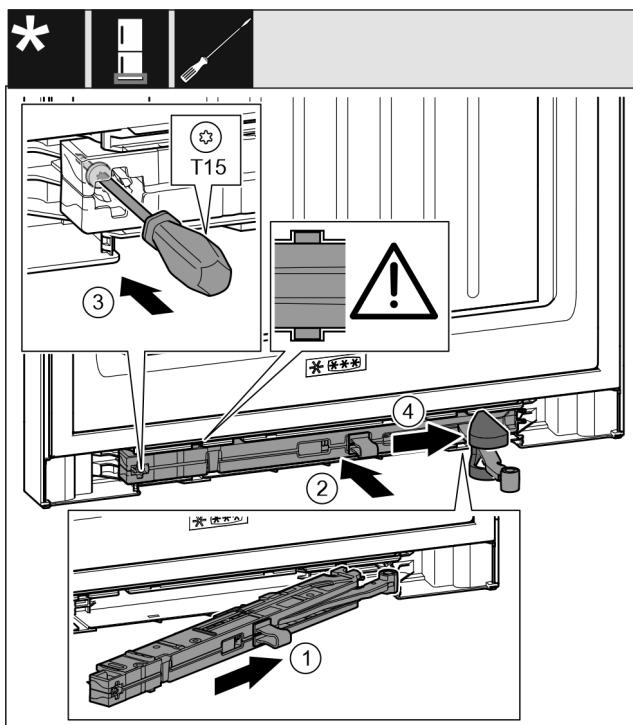

Fig. 44
- Schließdämpfereinheit auf der Lagerbockseite bis zum Anschlag schräg in die Aussparung einschieben. Fig. 44 (1)
- Schließdämpfereinheit vollständig in Aussparung schieben. Fig. 44 (2)
- Schraube mit einem Schraubendreher T15 festschrauben. Fig. 44 (3)
- Abdeckung über Gelenk schieben. Fig. 44 (4)